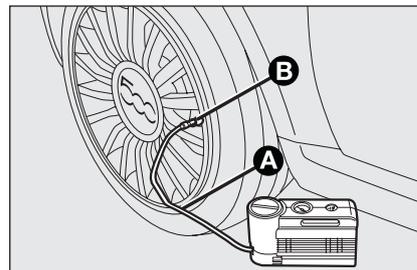

fig. 13
- Azionare il freno a mano.** Svitare il cappuccio dalla valvola del pneumatico, estrarre il tubo flessibile di riempimento **A**-fig. 13 ed avvitare la ghiera **B** sulla valvola del pneumatico;